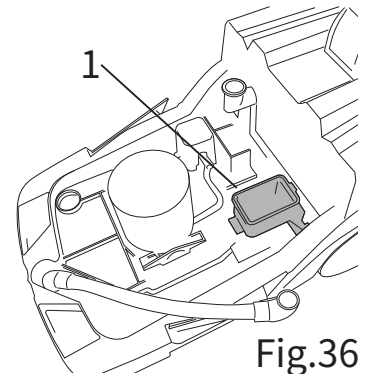

Fig.36
- バルブのチャンバをクリーニングし(図36、参照1)、付着物をすべて取り除き、きれいな水ですすぎます。柔らかい布でカバーのシールを拭きます。